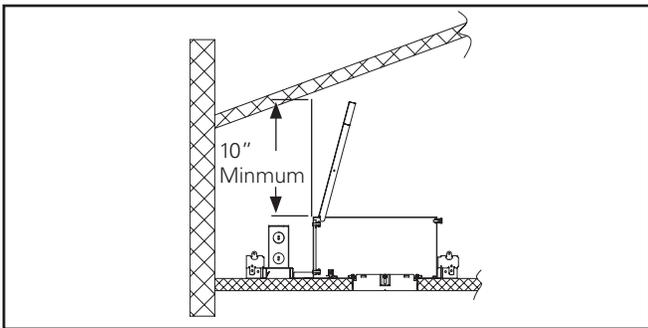

Figura 11.
**(Figura 11):** El acceso superior se logra aflojando el tornillo correspondiente en la plataforma del alojamiento y elevando o retirando la parte superior. Esto permitirá realizar la revisión y darle servicio a la luminaria sin que se necesite retirarla. Además del cambio de lámparas normal desde abajo del techo, este cambio puede realizarse usando el acceso de la parte superior en el caso de las plataformas del compartimiento P406TAT y P408ICAT. Se recomienda un espacio de al menos 10 pulgadas por encima del alojamiento para permitir el acceso por la parte superior. El encargado de la instalación debe garantizar que se deje el espacio adecuado para el acceso al montaje.